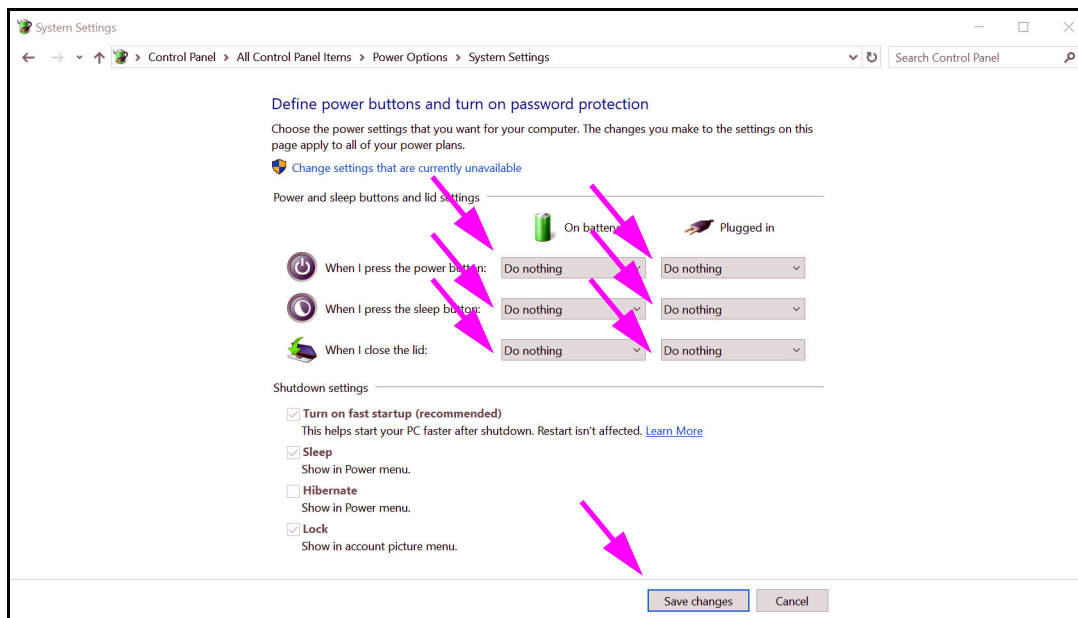

Figura 2-30. Janela System Settings (Definições do sistema)
10. **Apenas portáteis:** Na janela Power Options (Opções de energia), clique na entrada **Choose what closing the lid does (Escolher o que faz o fecho da tampa)**. Aparece a janela System Settings (Definições do sistema) (consulte a figura 2-30). Configure todas as definições para **Do nothing (Não fazer nada)** e clique em **Save changes (Guardar alterações)**.